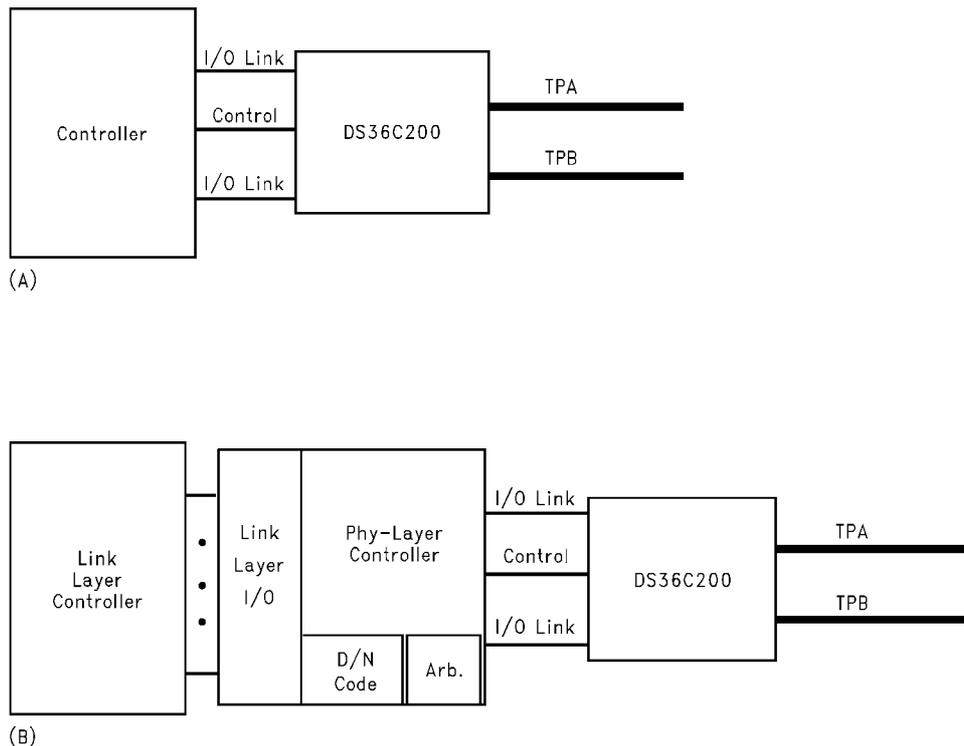

FIGURE 10. (A) Dedicated IEEE 1394 Link
DS36C200 のドライバ、レシーバは IEEE1394 の物理層信号レベルです。出力は定電流出力形態で、55 の負荷に対して 172mV から 285mV の電圧を発生します。DS26C200 は IEEE1394 の物理層規格で要求されているコントローラではありません。このため、このデバイスはクロック、アービトレーション、エンコーダ / デコーダなどを備えていません。DS36C200 は IEEE1394 の信号レベルを高速で送受信するトランシーバです。簡易的な PN1394 リンクだけの伝送は、バス・アービトレーション、及び他の機能は必要でなく、専用のコントローラと DS36C200 で低コストの高速伝送リンクが構成できます (Figure 10 (A))。フルスペックの IEEE1394 規格の構成は Figure 10 (B) のようになります。